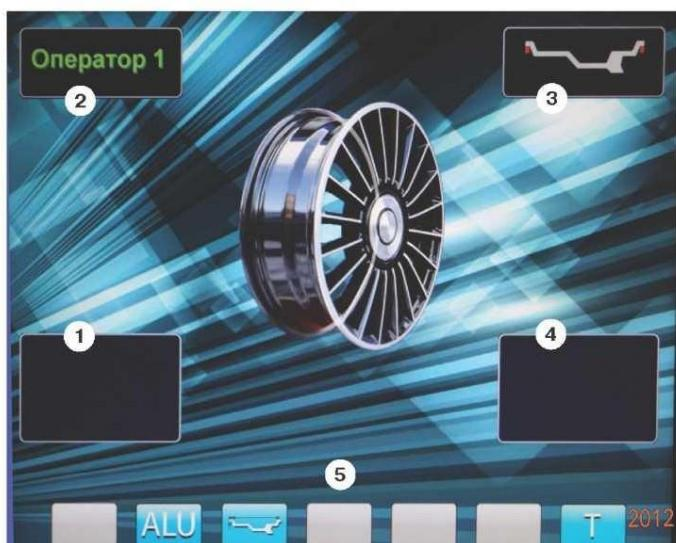

рис.8.2.
8.3. После включения питания СБ на экране монитора отображается фирменная заставка, которая через несколько секунд сменяется отображением экрана основного рабочего режима (рис. 8.2).
Для выбора схем расположения грузов в программах ALU1-ALU5 необходимо, находясь в режиме основного рабочего экрана, нажать кнопку «ALU», при этом открывается окно схем установки грузов, отмеченных номерами рис. 11.3. Если после введения размеров колеса установился экран ввода геометрических параметров, необходимо перейти в экран основного рабочего режима нажатием кнопки «STOP». Для выбора нужной схемы нажмите кнопку верхнего ряда клавиатуры с соответствующим номером. Выбранная схема установки грузов отображается в окне 3 экрана основного рабочего режима (рис. 8.2).
12.2. При включении СБ программа измерения дисбаланса настраивается таким образом, что дисбаланс менее 8 г ( заводская установка) на любой плоскости коррекции не показывается, в этом случае в окнах 1 и 4 (рис. 8.2) высвечиваются «OK». Минимальный дисбаланс отображающийся в окнах 1 и 4 равен 8 г. Дисбаланс, превышающий 8г, округляется до величины кратной 5, т.е. дисбаланс 9, 10, 11 и 12 г отображается цифрой 10, дисбаланс 13, 14, 15, 16 и 17 г - цифрой 15 и т. д. Для просмотра неокругленного значения дисбаланса или дисбаланса менее 8г. необходимо нажать кнопку «<>», при этом в окнах 1 и 4 на 2-3 сек высвечиваются фактические значения дисбаланса, определенные в данном запуске.